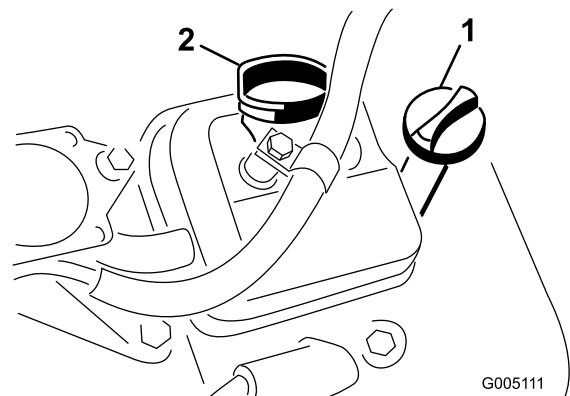

Рисунок 22
3. Заверните масломерный щуп в трубку и убедитесь в том, что он посажен до упора (Рисунок 22).